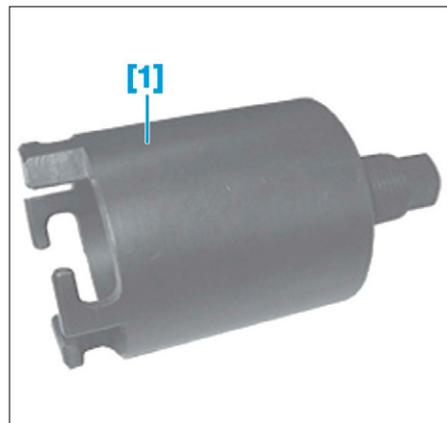

FIG. 35
- [1]. Extracteur de pignon pompe haute pression (réf : 0194-X) (Fig.35).